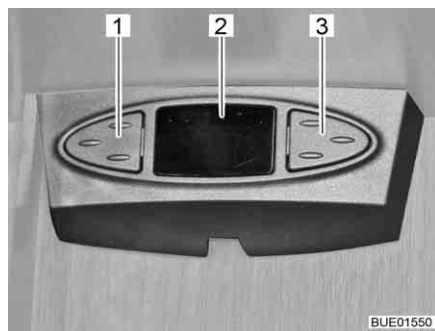

Fig. 40 Souris sat
Suivant le modèle, l'antenne parabolique est équipée d'une souris sat. L'affichage (Fig. 40,2) de la souris sat indique la chaîne réglée. Les deux touches servent à la commande des fonctions de base de l'antenne parabolique (changement de chaîne, allumer/éteindre).
- Choisir la chaîne précédente dans la liste de chaînes : Appuyer sur la touche gauche (Fig. 40,1).
- Choisir la chaîne suivante dans la liste de chaînes : Appuyer sur la touche droite (Fig. 40,3).
- Passer de radio à TV et inversement : Appuyer brièvement en même temps sur les touches (Fig. 40,1 et Fig. 40,3).
- Allumer/éteindre le récepteur : Appuyer en même temps sur les touches (Fig. 40,1 et Fig. 40,3) et les maintenir pressées.